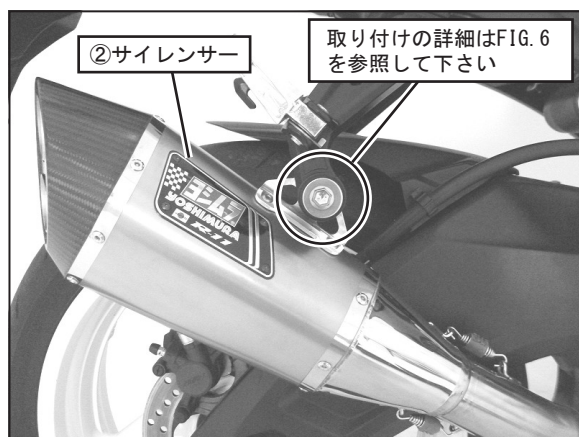

FIG. 5
6. ②サイレンサーを純正ボルト、ワッシャ、ナットを使用して車両のタンデムステップブラケットに取り付け、仮締めして下さい。(FIG. 5, 6 参照)